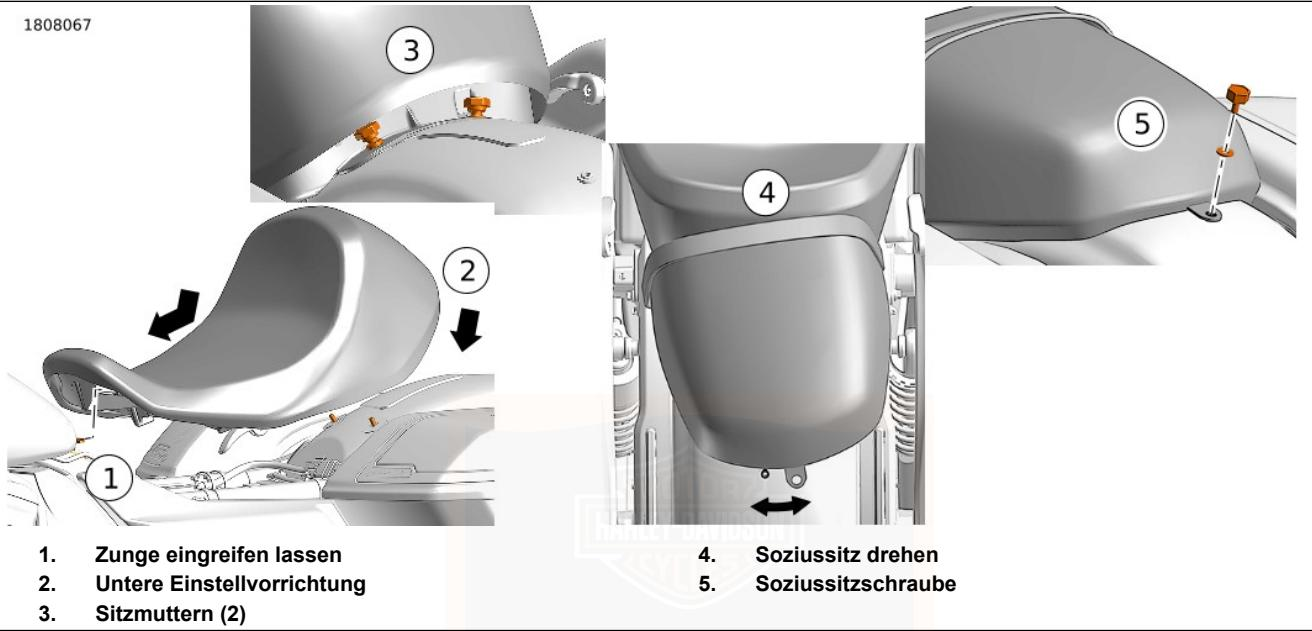

Abbildung 125. Fahrer- und Soziussitz
- Siehe Abbildung 125. Den Sitz nach vorne schieben, bis die Zunge am Rahmen in den Schlitz im Sitz (1) einrastet. Den hinteren Teil des Sitzes auf die Sitzbefestigungsbolzen (2) absenken.
- Die Sitzmuttern (3) einbauen. Festziehen. $0,9\text{--}1,7 \text{ N}\cdot\text{m}$ ($8,0\text{--}15,0 \text{ in-lbs}$)